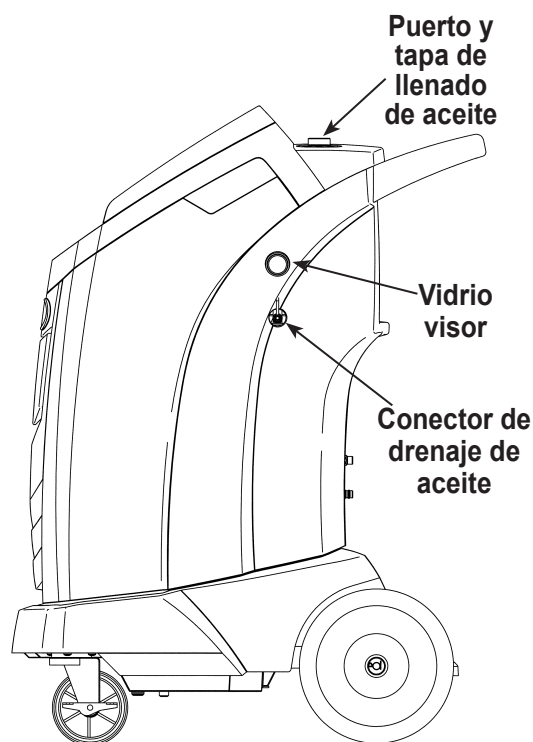

Figura 25
3. Luego de que el compresor se detenga, abra **lentamente** la tapa de llenado de aceite para verificar que no haya presión en la máquina. Luego quite cuidadosamente la tapa. Véase la Figura 25.